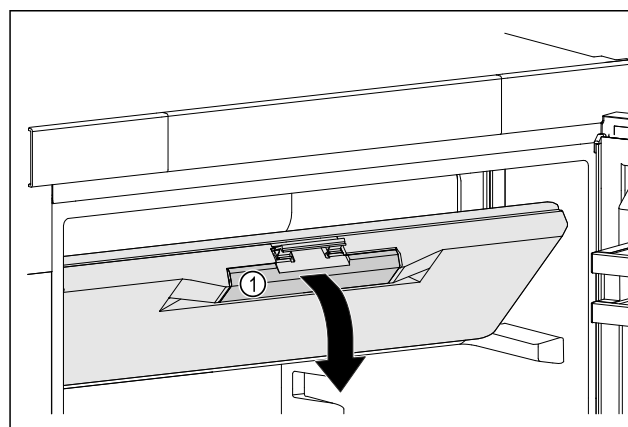

Fig. 27
- ▶ Gefrierfachtür an der Griffmulde Fig. 27 (1) anfassen.